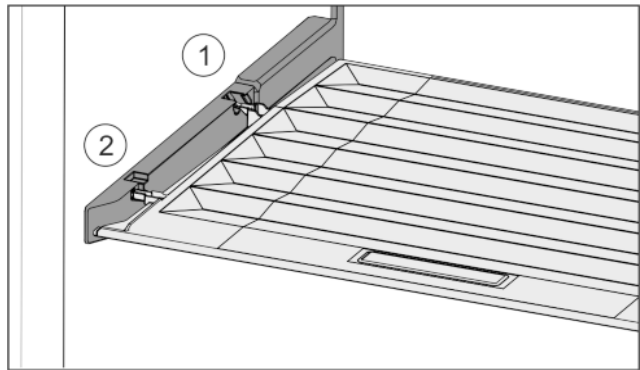

Fig. 34
- ▶ Вставити поперечні ребра через отвір заднього тримача Fig. 34 (1) і зафіксувати спереду у тримачі Fig. 34 (2).